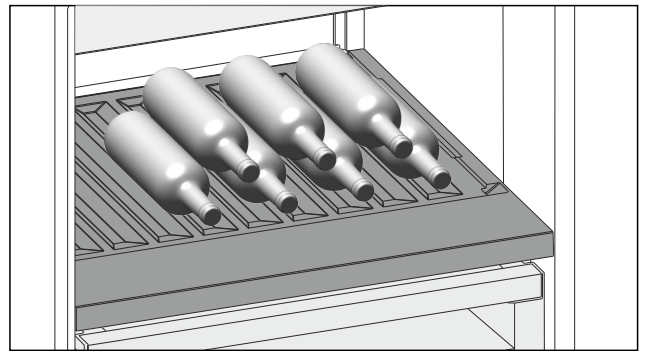

Fig. 145
- ▶ Flaschen mit dem Boden nach hinten zur Rückwand einlegen. (siehe Fig. 145)